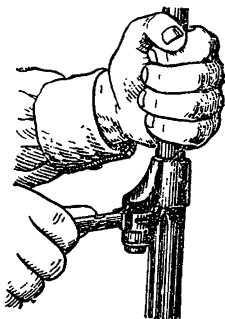

Рис. 15. Установка регулятора в нейтральное положение
3) снять газовый регулятор с газовой камеры. Удерживая ствол левой рукой в вертикальном положении, поставить с помощью гильзы (учебного патрона) газовый регулятор в нейтральное положение (рис. 15); легкими ударами молотка (пенала с принадлежностью) сбить газовый регулятор с газовой камеры.